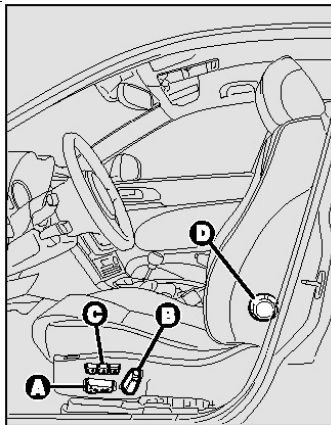

рис.33
**ПЕРЕДНИЕ СИДЕНЬЯ С ЭЛЕКТРИЧЕСКОЙ РЕГУЛИРОВКОЙ рис.33**